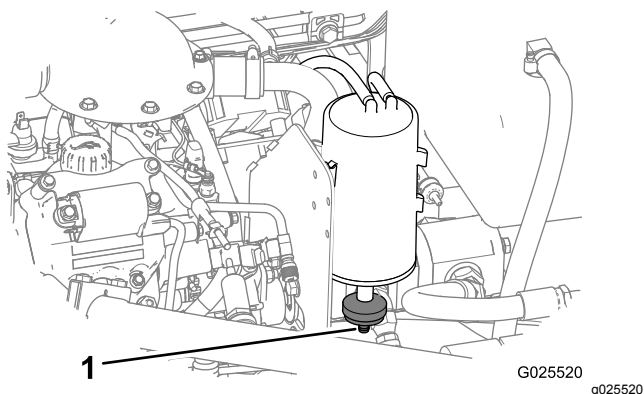

Figura 55
1. Localice el filtro de aire en la parte inferior del cartucho de carbón (Figura 55).